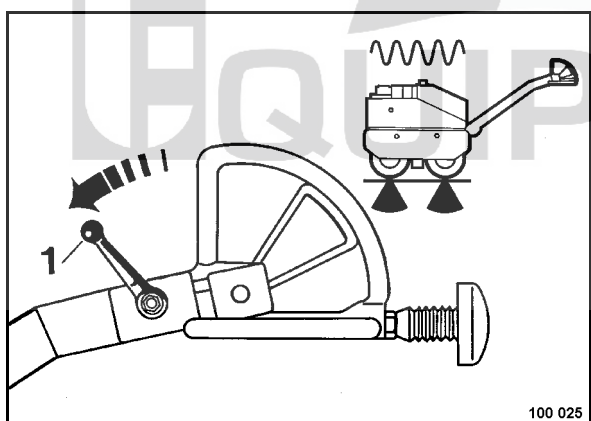

fig. 41
- Déplacer le levier de vibration (1) (fig. 41) vers l'avant ; la vibration se met en marche.